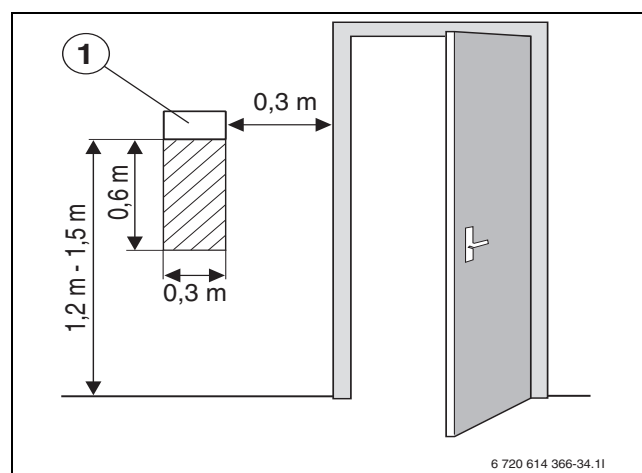

Рис. 13 Рекомендуемое место установки датчика комнатной температуры T5
- Беспрепятственная циркуляция воздуха в помещении под датчиком T5 (оставьте свободной заштрихованную поверхность на рис. 13).